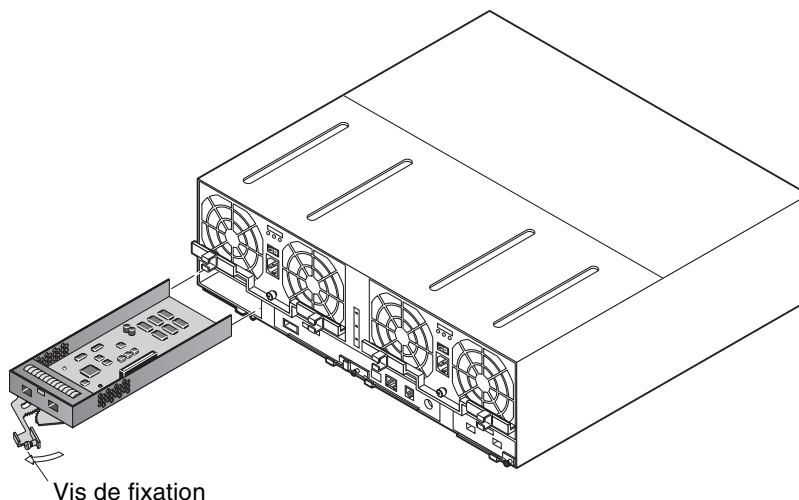

FIGURE 6-13 Retrait de la carte d'interconnexion
4. Desserrez la vis de fixation cruciforme pour déverrouiller la poignée de la carte (FIGURE 6-13).